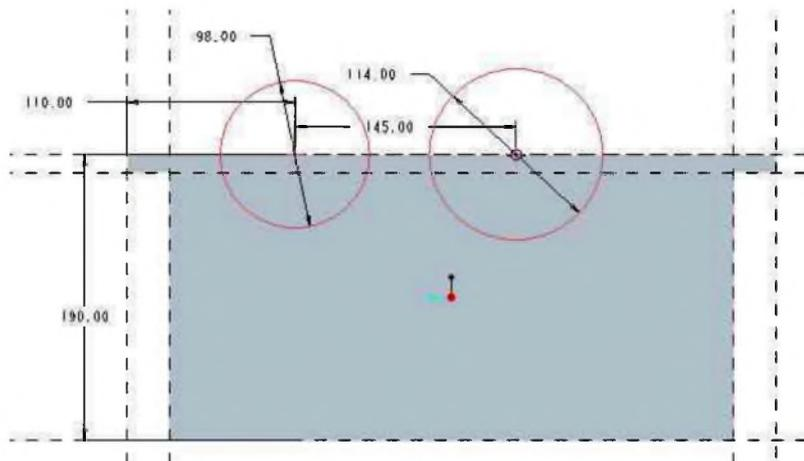

图 1-7
3) 绘制如图 1-7 所示的草绘截面，单击“草绘器”工具栏中的按钮退出草绘模式。